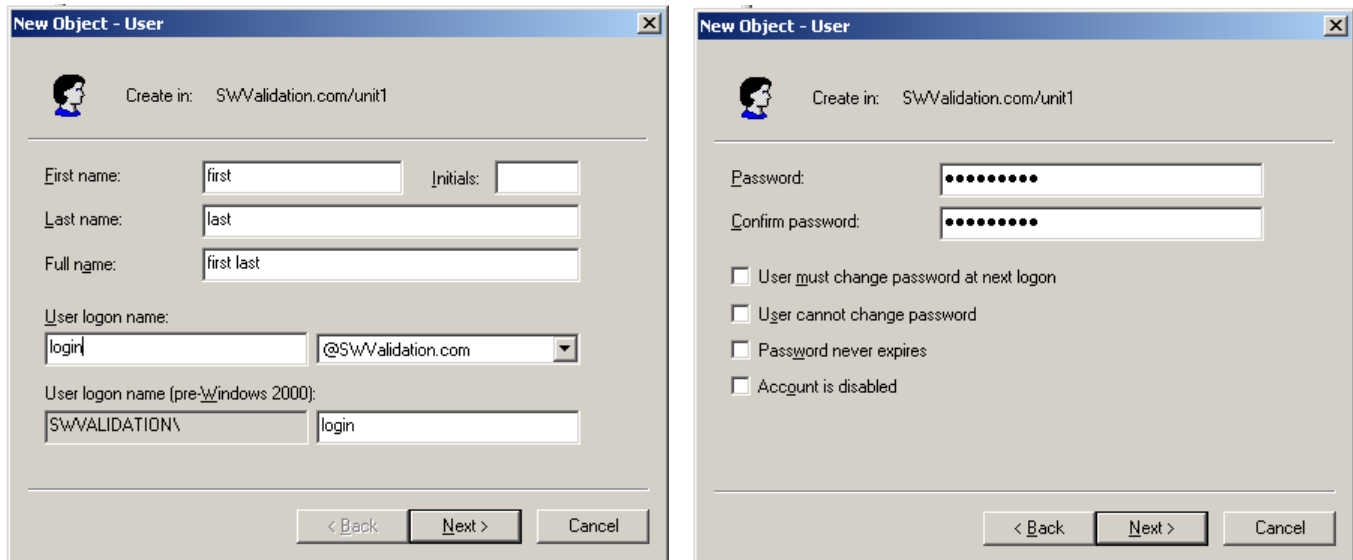

Abbildung 4.4.7d Benutzer Details Bildschirm
- Gehen Sie ebenso bei der Erstellung einer neuen Gruppe, dann eines neuem Benutzers vor. Geben Sie den Benutzernamen und die Login Details (Abbildung 4.4.7d) ein. Markieren Sie die entsprechenden Kästchen in der Passwort Seite.